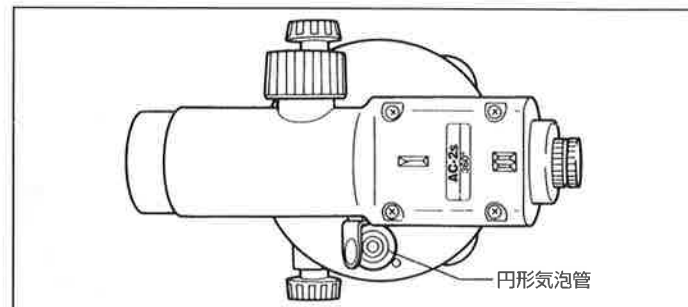

図 5
(1) 点検法
- 1 整準ねじを用いて、円形気泡管の気泡が、できるだけ薄茶色の輪の中央に来るように機械をセットします。(図 5)